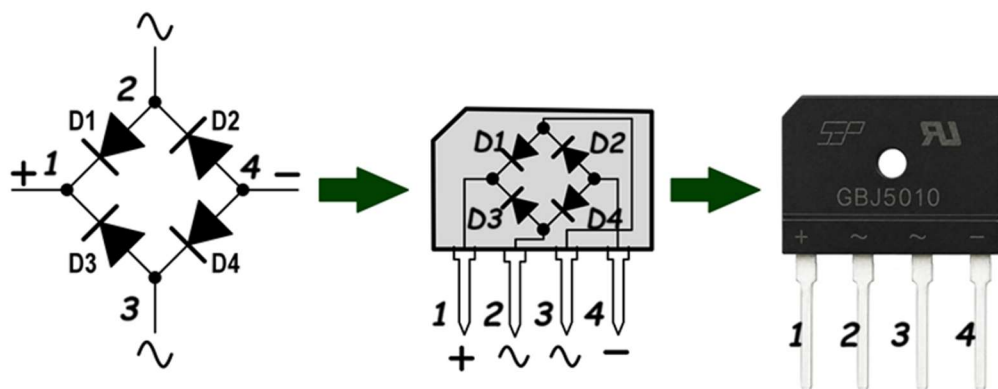

Figura 5 – Diagrama interno da ponte
- Vamos agora dar uma olhada na figura 5, onde temos o esquema interno de uma ponte retificadora.